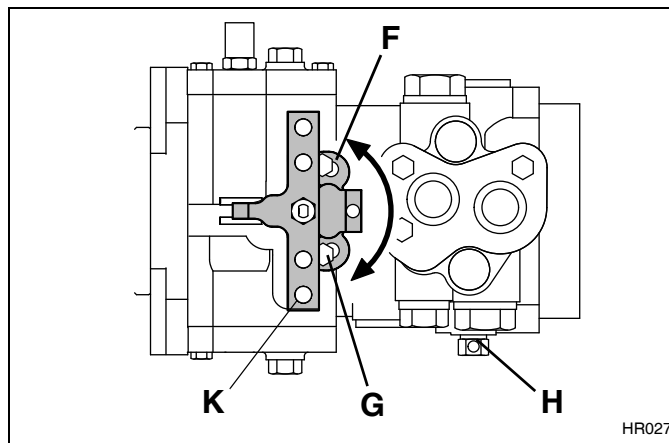

Abb. 3H
1. Sicherstellen, daß der Rückführarm (**K-Abb. 3H**) an der Pumpe auf neutral eingestellt ist, **Abschnitt 3.6**.